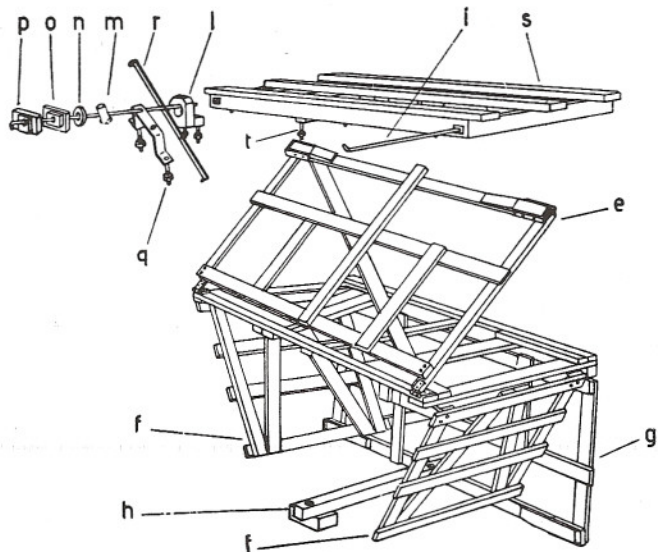

Fig. 2/B - Approntamento gabbia per la restituzione
### Restituzione dell'imballaggio (ved. fig. 2/B).
- Ribaltare la fiancata sinistra « e » sulla parte superiore della gabbia e le due testate « f » sotto la parte superiore; quindi ribaltare nello stesso senso la fiancata destra « g » e piazzare al centro del « pacco » così ottenuto la traversa « h » (se prevista dal tipo di gabbia, come illustrato in fig. 2/B) in modo che essa rimanga impegnata tra le due testate, tra la parte superiore e la fiancata destra.